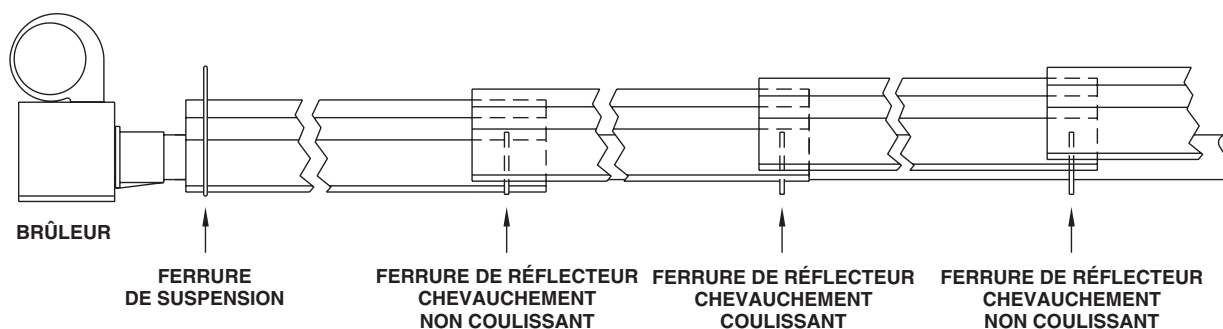

Figure 15. Configuration de ferrure de suspension et ferrure de réflecteur typique
- d. Alternez le Chevauchement coulissant avec non coulissant sur toute la longueur de l'assemblage du tube, comme illustré à la **Figure 15**.